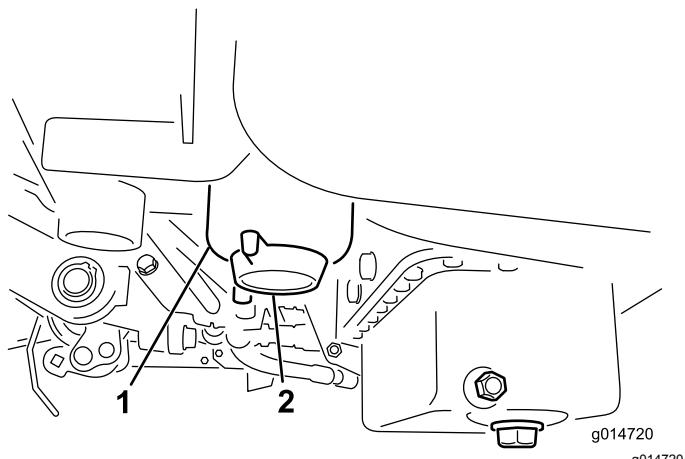

图26
3. 打开燃油滤清器上的排油塞大约旋转一周排干积水 **图26**。